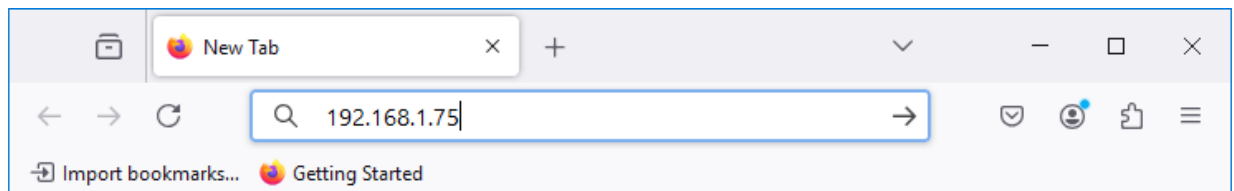

Рисунок 8 – Пример запуска web приложения
2.2.4.11 Введите полученный IP-адрес в строке поиска вашего браузера (например, вы получили адрес 192.168.1.75, см. Рисунок 8)